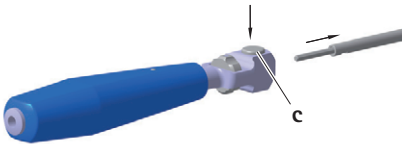

Abb. 2
- ▶ Taste **c** drücken und Griff 1 entfernen, siehe Abb. 2.